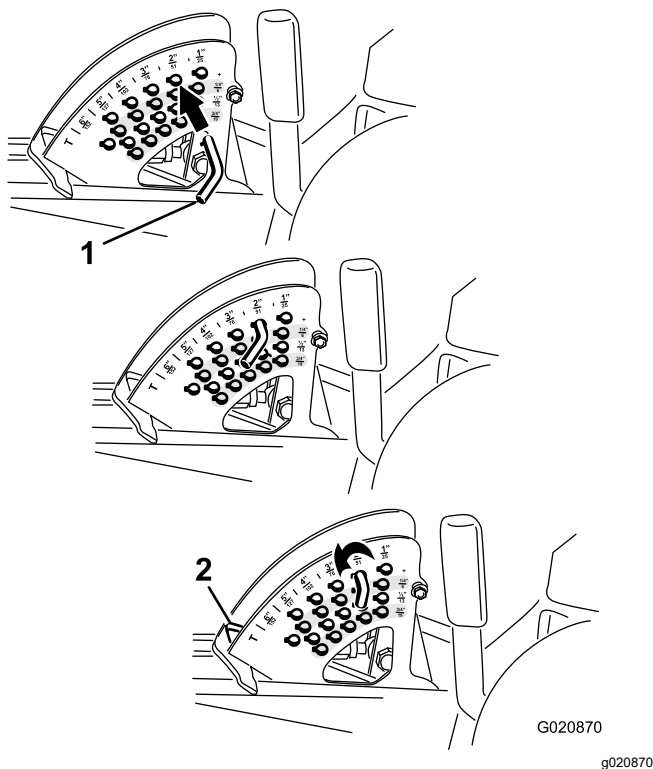

Figure 24
2. Tournez la goupille de butée jusqu'à ce que la goupille cylindrique située à l'intérieur soit en face des trous du support de hauteur de coupe et retirez-la (Figure 24).
3. Placez la goupille dans le trou du support correspondant à la hauteur de coupe voulue et tournez-la pour la verrouiller en place (Figure 24).
**Remarque:** Il y a 4 rangées de trous (Figure 24). La première rangée donne la hauteur de coupe indiquée au-dessus de la goupille. La deuxième rangée donne la hauteur indiquée plus 6 mm (0,25 po). La troisième rangée donne la hauteur indiquée plus 12 mm (0,5 po). La dernière rangée donne la hauteur indiquée plus 18 mm (0,75 po). Un seul trou, situé dans la deuxième rangée, correspond à la hauteur de